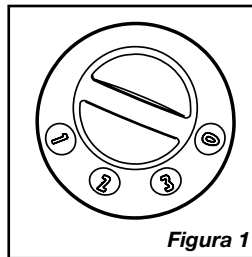

Figura 1
4. Encienda el Ventilador seleccionando la velocidad deseada con la Perilla de Encendido situada al costado del Ventilador. (Figura 1)
7. Para girar el Ventilador APAGAR, girar la Perilla de la Poder/Velocidad a APAGAR (0) y quitar la unidad de la salida eléctrica.